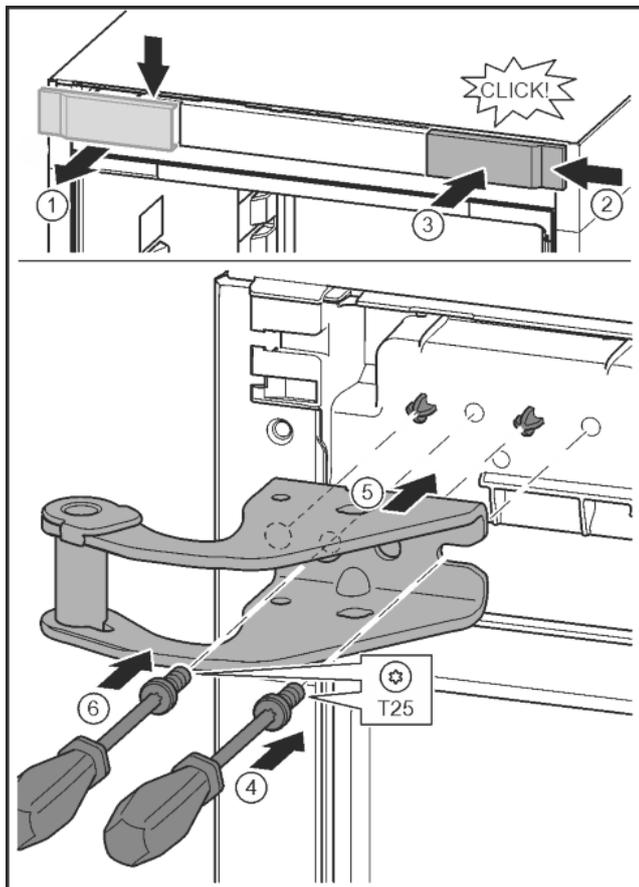

Fig. 10
- ▶ Atvienojiet pārsegu un noņemiet sāņus. Fig. 10 (1)
- ▶ Iekabiniet pārsegu, pagrieztu par 180°, otrajā pusē no labās puses. Fig. 10 (2)
- ▶ Nofiksējiet pārsegu. Fig. 10 (3)
- ▶ Ar skrūvgriezi T25 pielieciet skrūvi. Fig. 10 (4)
- ▶ Pielieciet augšējo gultņa balstu. Fig. 10 (5)
- ▶ Aizskrūvējiet skrūvi. Fig. 10 (4)
- ▶ Ar skrūvgriezi T25 ievietojiet un aizskrūvējiet skrūvi. Fig. 10 (6)